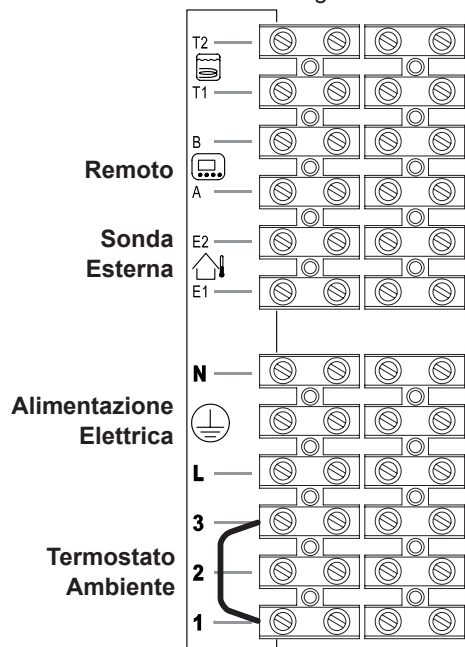

Figura 5.33
Per il collegamento del remoto servirsi dei morsetti indicati in Figura 5.33.
Per il collegamento della sonda esterna servirsi dei morsetti indicati in Figura 5.33.
**Il ponticello elettrico collegato nella morsettiera termostato ambiente tra i morsetti "1 e 3" non va rimosso** Figura 5.33.